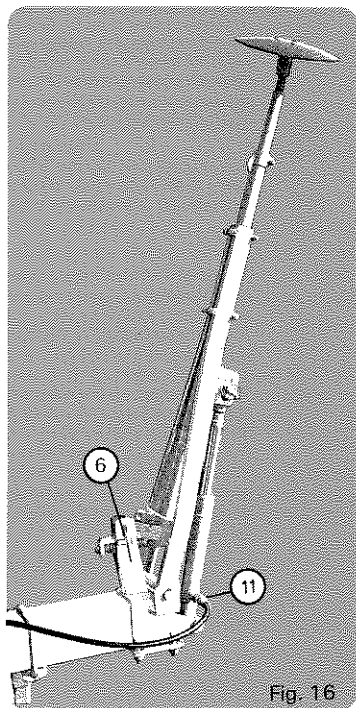

Fig. 16
- Modèle hydraulique livré de série pour châssis 12 rangs de 4,50 m (fig. 16).
- Hydraulic model, standard supplied for 4.50 m 12-row frame (fig. 16).
- Modell für hydraulische Betätigung serienmässig ausgerüstet für 12-reihigen Rahmen 4,50 m (Abb. 16).
- Modello idraulico spedito di serie per telai 12 file di 4,50 m. (fig. 16).